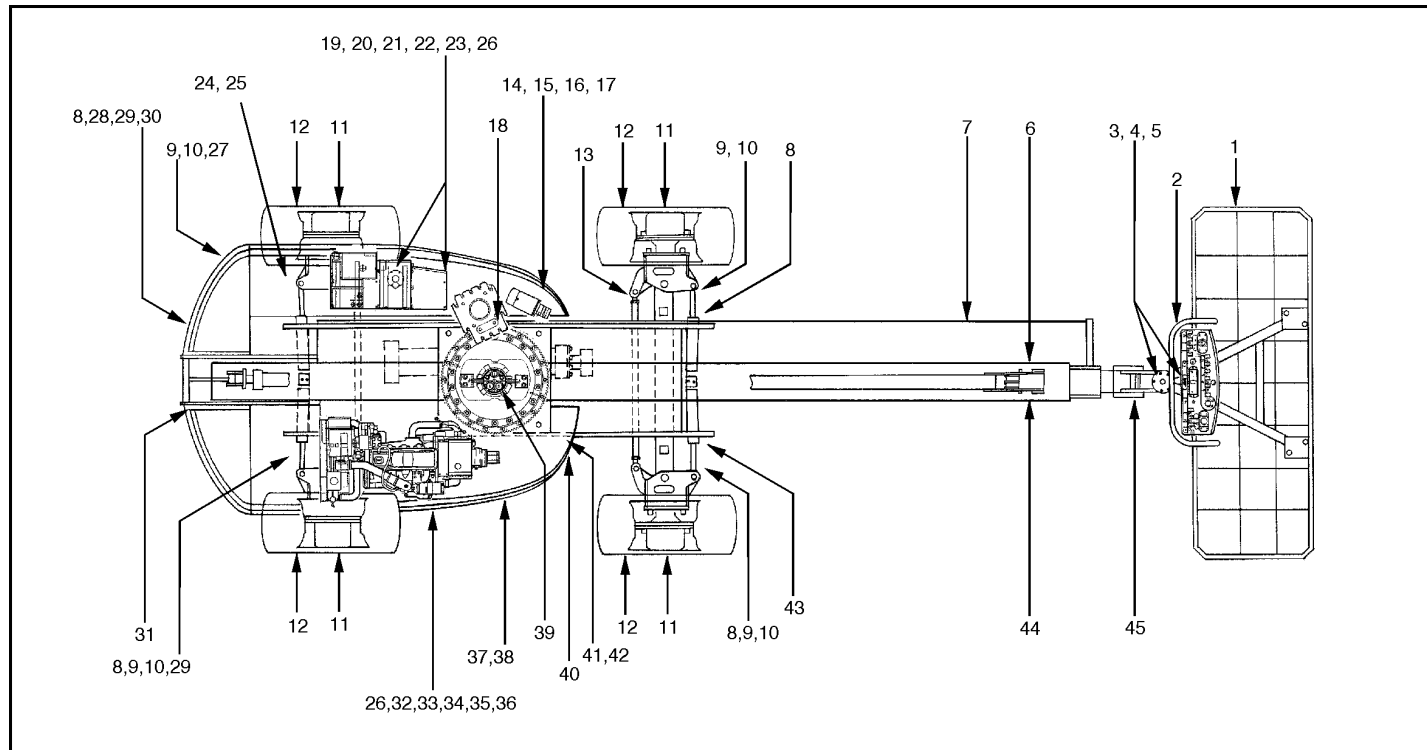

Abbildung 2-3. Abbildung für die tägliche Sichtkontrolle
5. **Sichtkontrolle** – Siehe Abbildung 2-3. bis Abbildung 2-6.